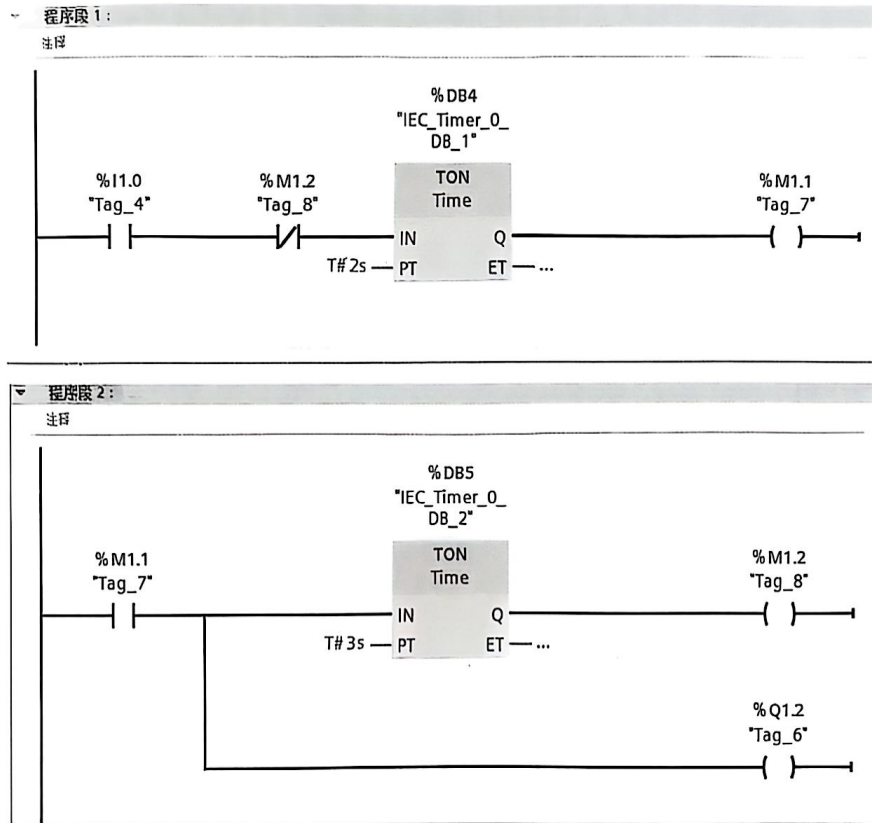

图 3-12 占空比可调的振荡电路
2) 占空比可调的振荡电路。采用两个定时器产生连续脉冲信号，脉冲周期为 5s，占空比为 3:2（接通时间:断开时间）。接通时间为 3s，由定时器“IEC_Timer_0_DB_2”确定；断开时间为 2s，由定时器“IEC_Timer_0_DB_1”设定，用 Q1.2 作为连续脉冲输出端。需要注意的是，振荡电路的编程方式一般采用两个延时接通定时器，其中定时器 B 输出的常闭触点连接定时器 A 的 IN 输入端，负责设定断开时间；定时器 A 输出的常开触点连接定时器 B 的 IN 输入端，负责设定接通时间，如图 3-12 所示。